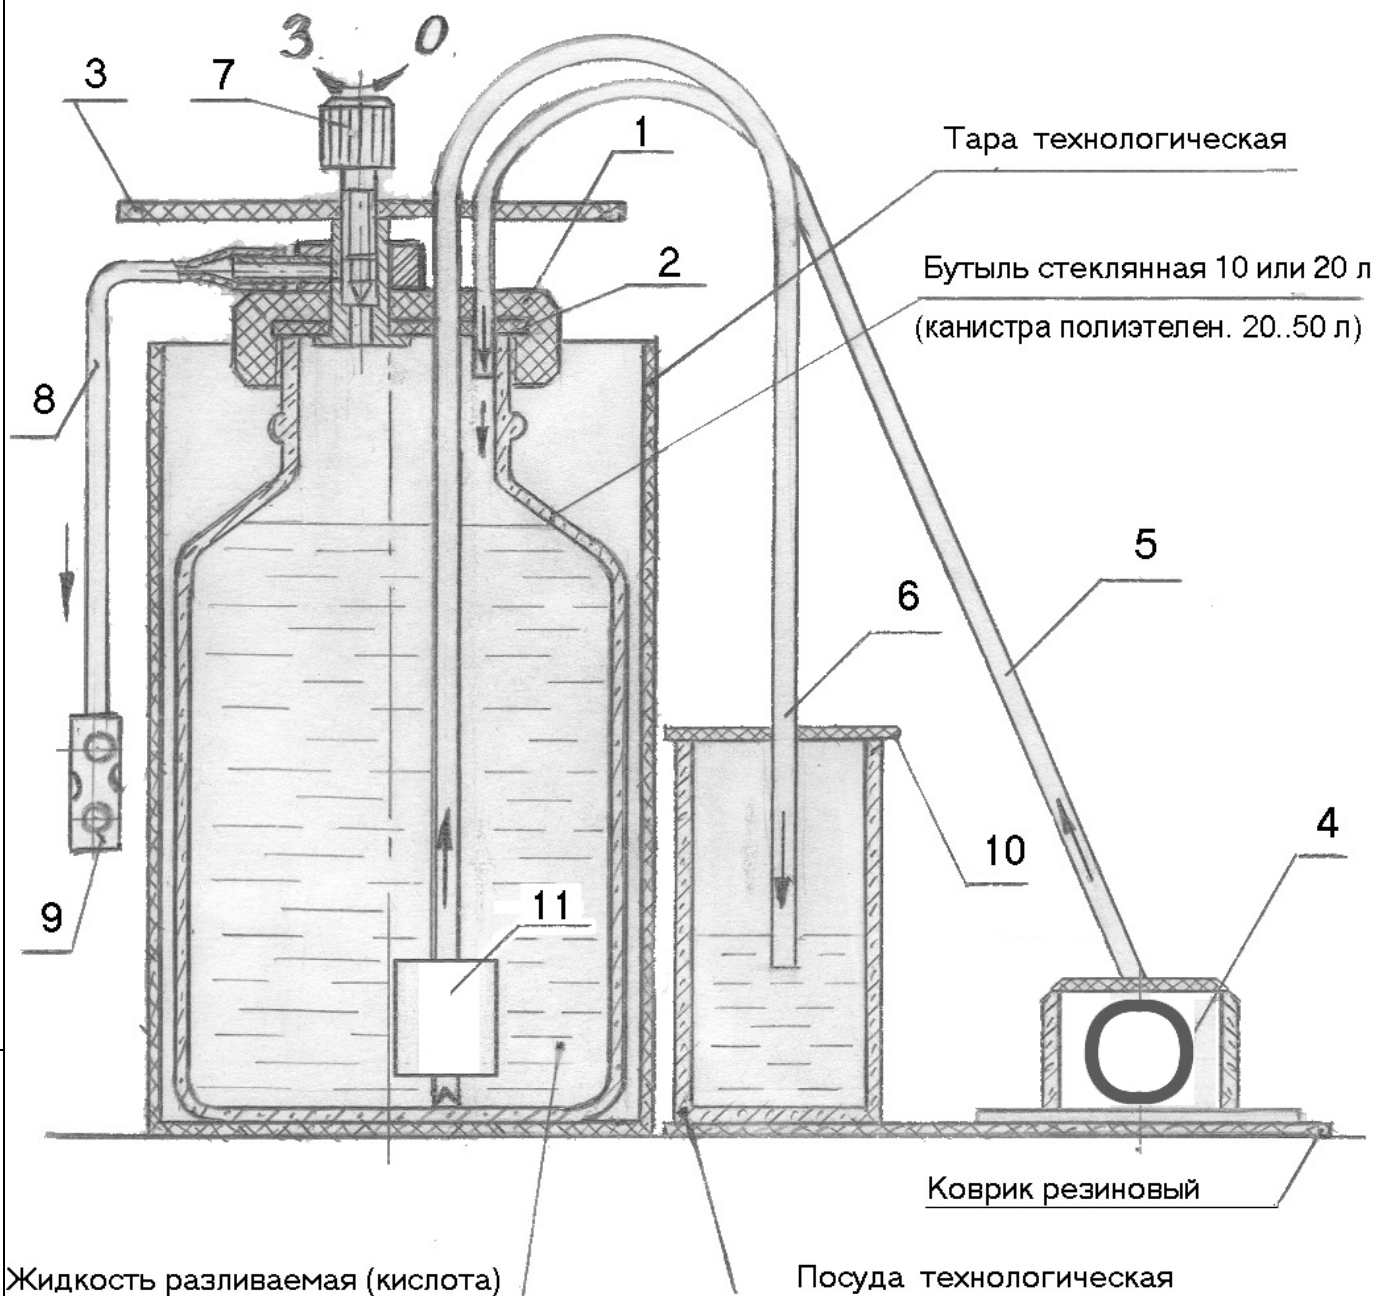

Рис. 1.
- 3.1. Основные элементы устройства показаны на рис.1.